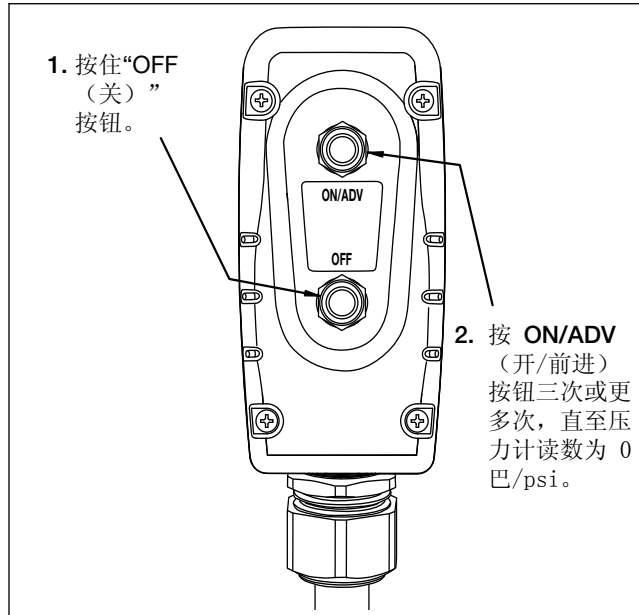

図9. 除圧
- 「OFF」ボタンを押し下げます。図9を参照してください。